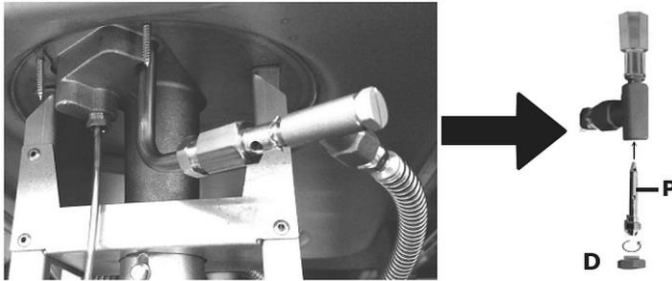

Abb. 9
3. Schrauben Sie die Befestigungsmutter **D** (Abb. 9) ab.